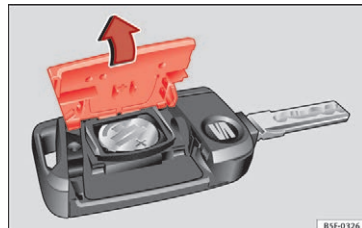

Fig. 117 Bilnøgle: åbning af afdækning til batterirum
- Tag afdækningen på bagsiden af bilnøglen »» Fig. 117 af i pilens retning »» ❶.
- Sæt afdækningen på som vist på billedet »» Fig. 117, og tryk den modsat pilens retning på bilnøglen, indtil den går i hak.
❶ FORSIGTIG